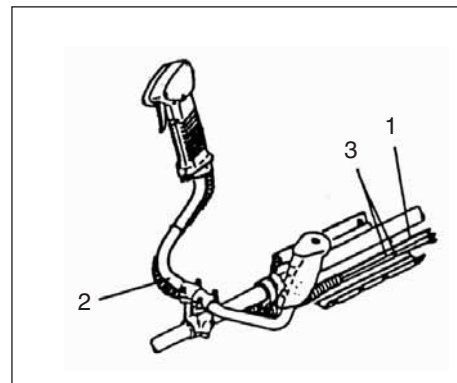

Fig.1-3B
Sett stoppesnoren (3) og gass-ståltråden (1) gjennom beskyttelsesrøret (2), deretter hektes hoftestøtputen av. (Fig. 1-3B)